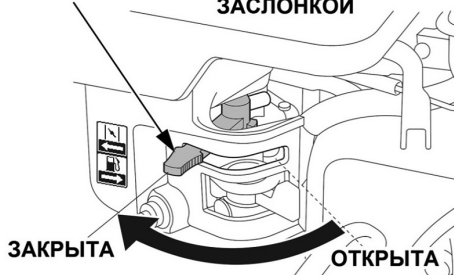

Рис. 15 Рычаг управления воздушной заслонкой
- Закройте воздушную заслонку карбюратора. Для этого переведите рычаг управления воздушной заслонкой в крайнее левое положение (Рис. 15).